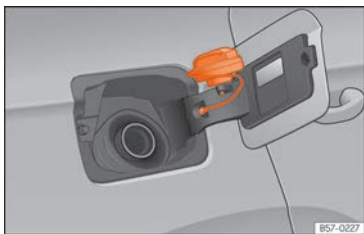

Abb. 217 Tankklappe mit aufgestecktem Tankverschluss.
- Platzieren Sie den Verschluss in der Ausparung, die sich im Scharnier der geöffneten Tankklappe befindet »» **Abb. 217**.